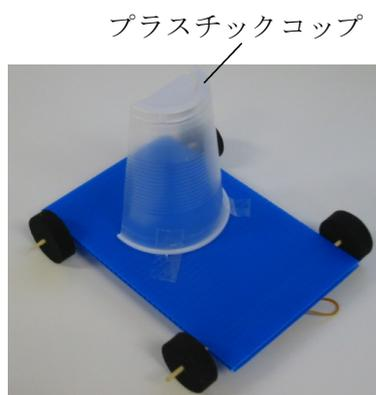

図2 プラスチックコップの帆
- 4 プラスチックコップを縦半分に切り，段ボールプラシートの上に，セロハンテープで取り付け，風を受ける帆にする(図2)。